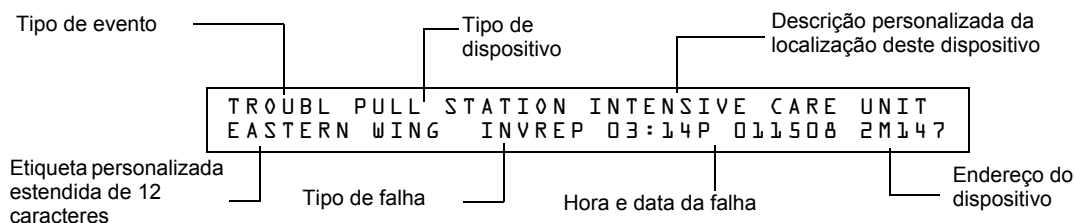

Figura 3.4 Exemplo de mensagem de falha
- Exibe TROUBLE (falha) no banner de estado da tela LCD, além do tipo de falha e informações específicas do dispositivo, como mostrado na figura 3.4 abaixo;